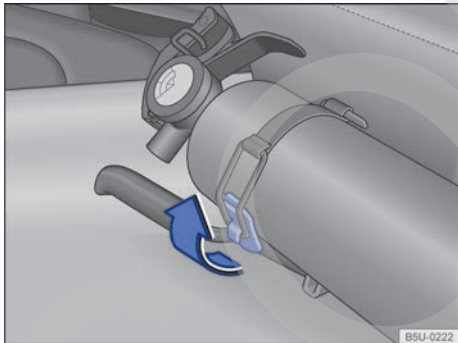

Fig. 145 En el asiento del conductor: extintor de incendio.
- Soltar la abrazadera de fijación, tirando hacia arriba ⇒ fig. 145 en el sentido de la flecha.